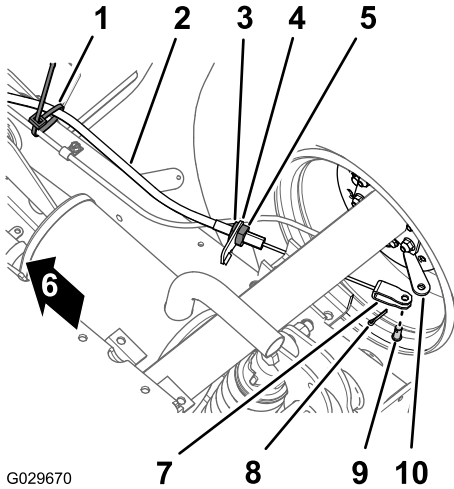

Figure 42
1. Au bas de la machine, retirez le serre-câble qui maintient le câble de frein de stationnement sur la conduite de frein de service (Figure 42).
2. Tracez une bande de rotation sur l'écrou de blocage avant du câble de frein de stationnement (Figure 42).
3. Desserrez l'écrou de blocage arrière et détachez le câble de son support (Figure 42).
4. Déposez la goupille fendue et l'axe de chape qui fixent la chape du câble de frein de stationnement au levier actionneur et séparez le câble du levier (Figure 42).
- Acheminez le réglage fileté du câble de frein de stationnement jusqu'au support du câble et la chape jusqu'au levier actionneur de frein (Figure 42).
- Alignez le réglage fileté du câble de frein de stationnement par rapport au support du câble, et serrez l'écrou de blocage arrière (Figure 42).